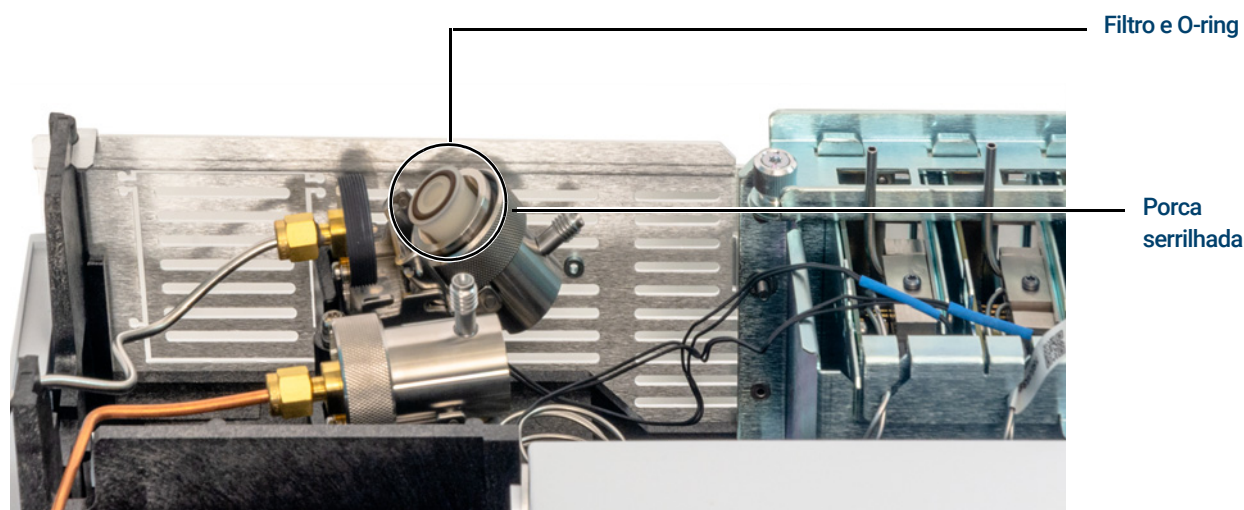

Figura 8. Deslizar o conjunto do trap para expor o filtro
- 5 Deslize o conjunto do trap para trás do suporte de montagem guiada e incline-o para cima para expor o filtro, conforme mostrado na **Figura 8**.